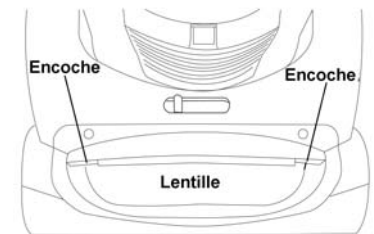

Fig. 19
- Enlevez le couvercle de la lentille en appuyant sur lui pour libérer es deux encoches sur la lentille. (Fig. 19)